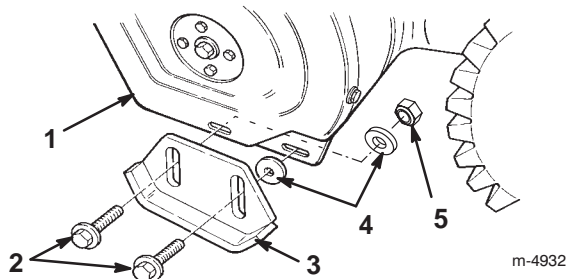

Figure 17
3. Enlevez les deux boulons à embase et rondelles plates qui fixent chaque extrémité de la lame racleuse aux plaques latérales (Fig. 17).
5. Introduisez une rondelle *entre chaque patin et plaque latérale* (Fig. 17). Ne serrez pas les boulons.
7. Introduisez une rondelle et un contre-écrou *derrière (à l'intérieur de) la plaque latérale* (Fig. 17). Ne serrez pas les boulons.